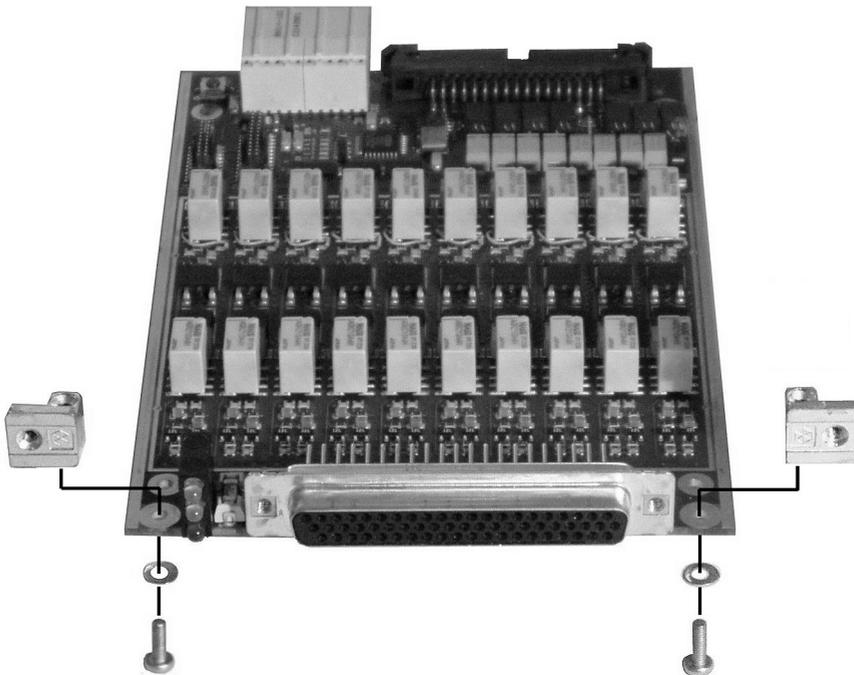

Abb. 4-1 Befestigung der Leiterkartenhalter
- Befestigen Sie die Leiterkartenhalter wie in Abb. 4-1 gezeigt mit den beiliegenden Flachkopfschrauben M2,5x10 an dem Modul.